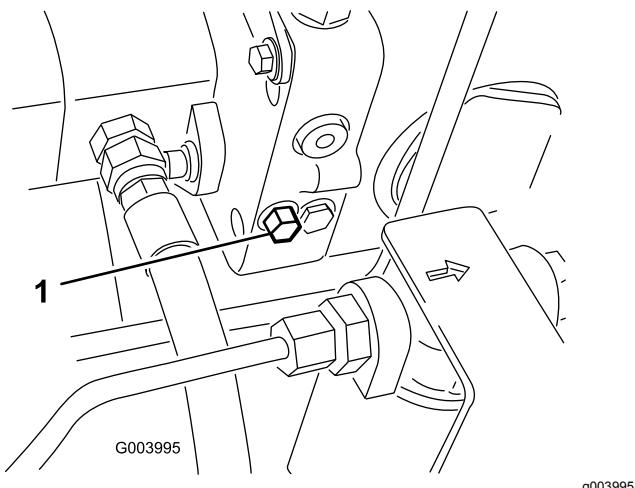

Bild 27
1. Suchen Sie das Sicherheitsventil auf der linken Seite des Hydrostatikantriebs (Bild 27).